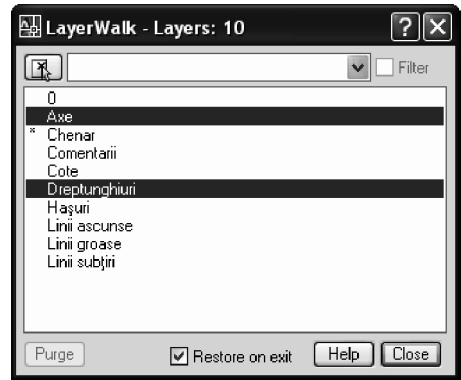

Fig. 5.36 Fereastra **LayerWalk**
2. În fereastra **LayerWalk** (Fig. 5.36) se selectează stratul care se dorește a fi vizibil. Pentru a selecta mai multe straturi, se ține apăsată tasta **<Ctrl>**. Pe ecran vor fi afișate doar obiectele de pe straturile selectate.
3. Se efectuează dublu clic pe unul dintre straturile listate în fereastra **LayerWalk** – acesta va fi marcat printr-un asterisc (vezi stratul **Chenar** din Fig. 5.36). Stratul astfel marcat va fi afișat pe ecran, indiferent dacă acesta corespunde sau nu filtrului activ de afișare.